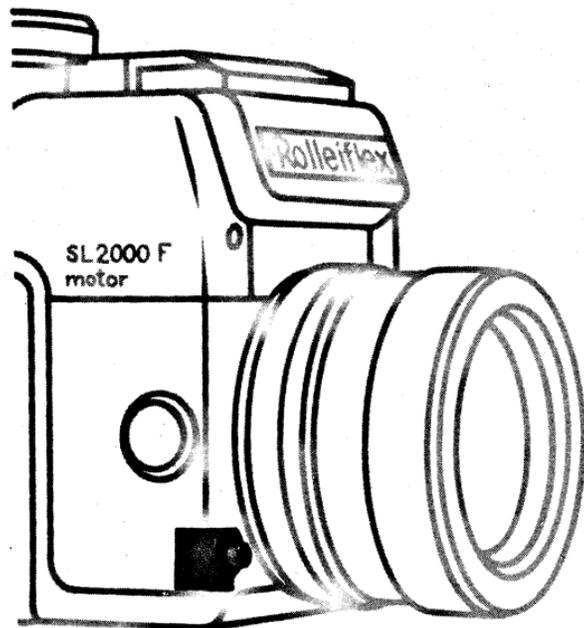

Abb. 39
- Drücken Sie die Umschalt-Taste 18 bis zum Einrasten (Abb. 39). Sie erkennen im – der Blende entsprechend abgedunkelten – Sucherbild den Bereich der Schärfentiefe. Lösen Sie wie gewohnt aus. Ihre Aufnahme wird auch hierbei korrekt belichtet.